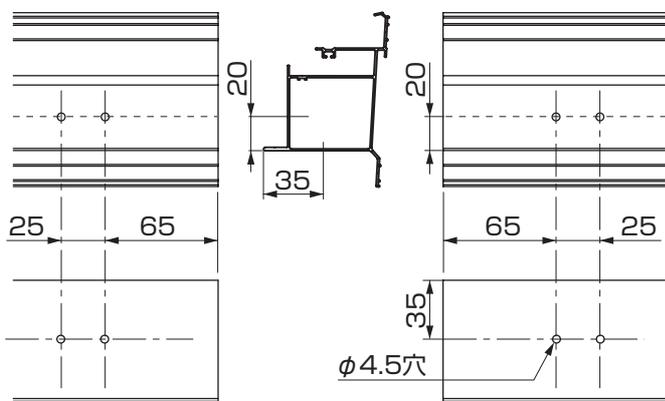
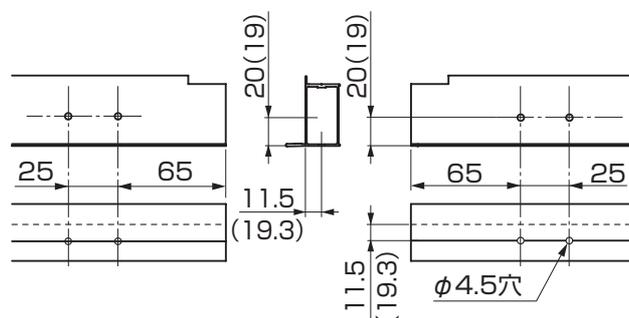
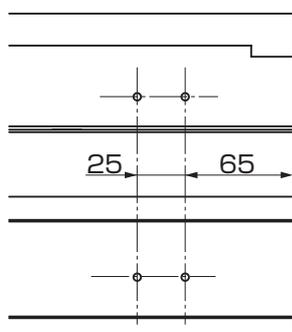

図2-1 前枠の加工
図2-2 母屋の加工
図2-3 後枠の加工
①後枠・前枠・母屋の連棟側を穴加工してください。(図2-1、図2-2、図2-3、図2-4、図2-5参照)